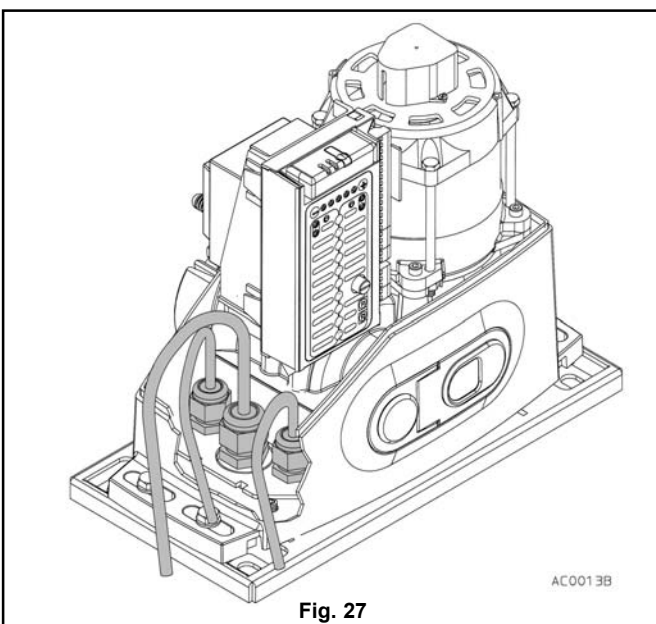

Fig. 27
- c) Lasciare i cavi più lunghi di circa 40 cm (fig. 27).